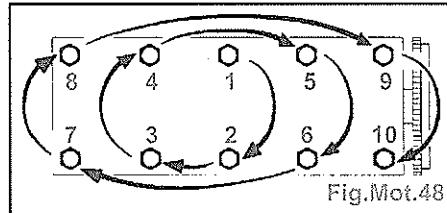

Fig.Mot.48
- Guider la culasse sur l'outil [7] et la goupille de centrage (19).
- Reposer les vis dans l'ordre indiqué (Fig. Mot.48).
- les vis de culasse dans l'ordre indiqué (Fig.Mot.48); graisser les vis sous tête et sur filet (graisse **MOLYKOTE G RAPID PLUS**).
- Reposer le couvre-culasse (4).